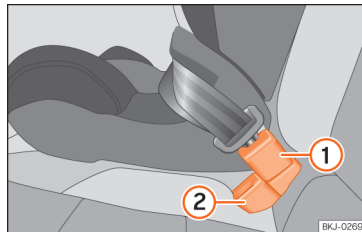

Fig. 42 Posição do fecho do cinto no banco traseiro
- Coloque o fecho do cinto do lugar central >>> Fig. 42 1 por trás do fecho do cinto do lugar lateral >>> Fig. 42 2.
- Engate a lingueta do cinto de segurança do lugar central no fecho do cinto do lugar central >>> Fig. 42 1 até ouvir o encaixe.
- Para que os cintos fiquem corretamente colocados, os fechos não devem estar torcidos >>> Fig. 42